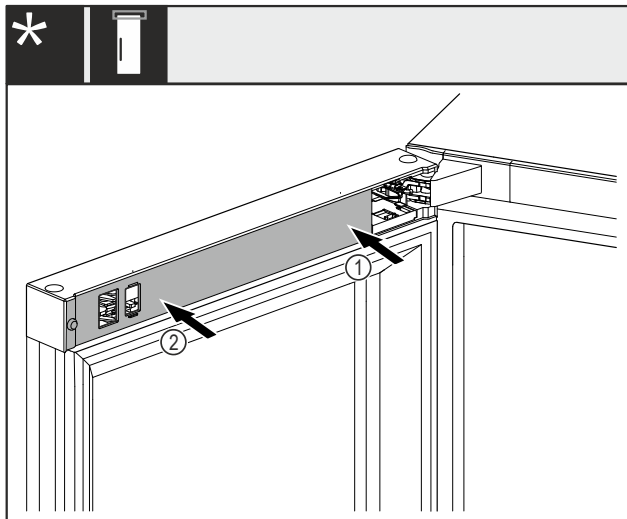

Fig. 46
- Applicare per prima cosa la copertura Fig. 46 (1) sul lato del blocco di supporto e innestarla.
- Applicare per prima cosa la copertura Fig. 46 (2) sul lato esterno e innestarla.